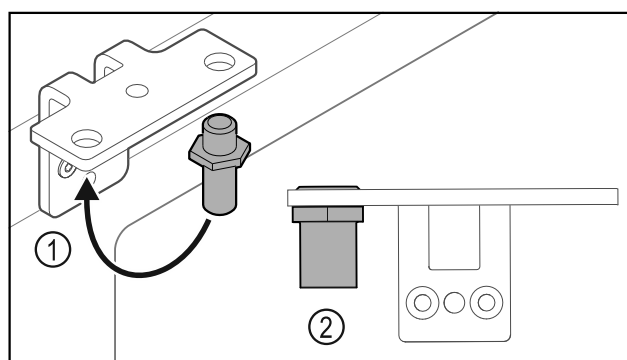

Fig. 24
- ▶ Bouten Fig. 24 (1) naar de scharnierhoek verplaatsen.
- ▶ Bouten Fig. 24 (2) met **aanhaalmoment van 12 Nm** vastdraaien.